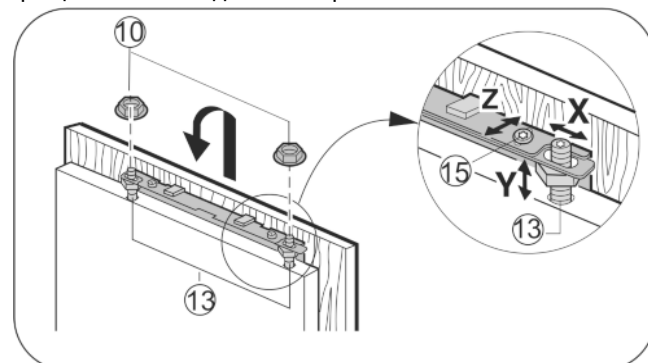

Fig. 27
- ▶ Окачете вратата на шкафа на настройващите болтове Fig. 27 (13) и хлабаво завийте контрагайките Fig. 27 (10) на настройващите болтове.
- ▶ Регулиране вратата на шкафа по височина Y и по страничен наклон: Регулирайте настройващите болтове Fig. 27 (13) с отвертка.
- ▶ Затегнете контрагайките Fig. 27 (10).